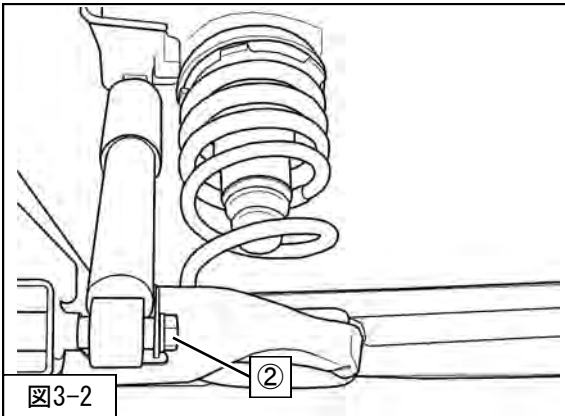

図3-2
3. 木片およびジャッキを使用して、トーションビームを支持し、②リアショックアブソーバASSYロア取付ボルトを取外してください。(図3-2)
4. トーションビームにかけたジャッキをゆっくり下げながら、リアスプリングスプリングシートを車両から取外してください。(図3-2)